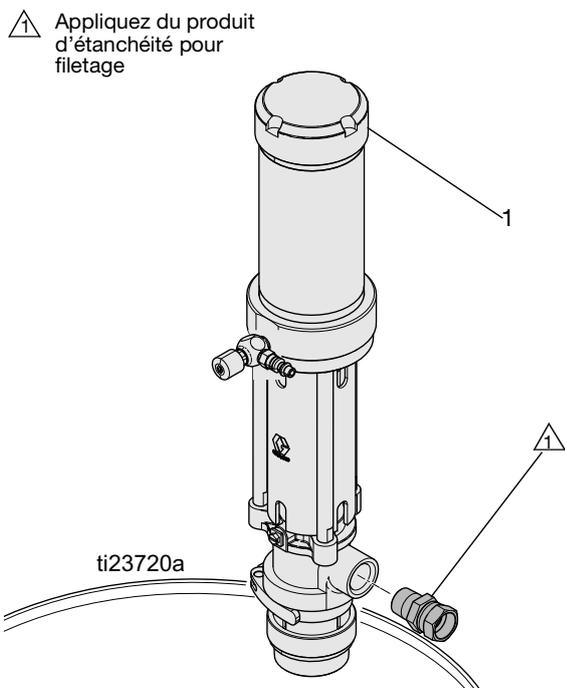

FIG. 5
2. Appliquez du produit d'étanchéité pour filetages sur le raccord mâle de sortie (non fourni) et introduisez-le dans l'orifice de sortie. Voir FIG. 5.
3. Utilisez les étiquettes (70) fournies pour identifier la bonne pompe pour le produit utilisé. Voir FIG. 5.